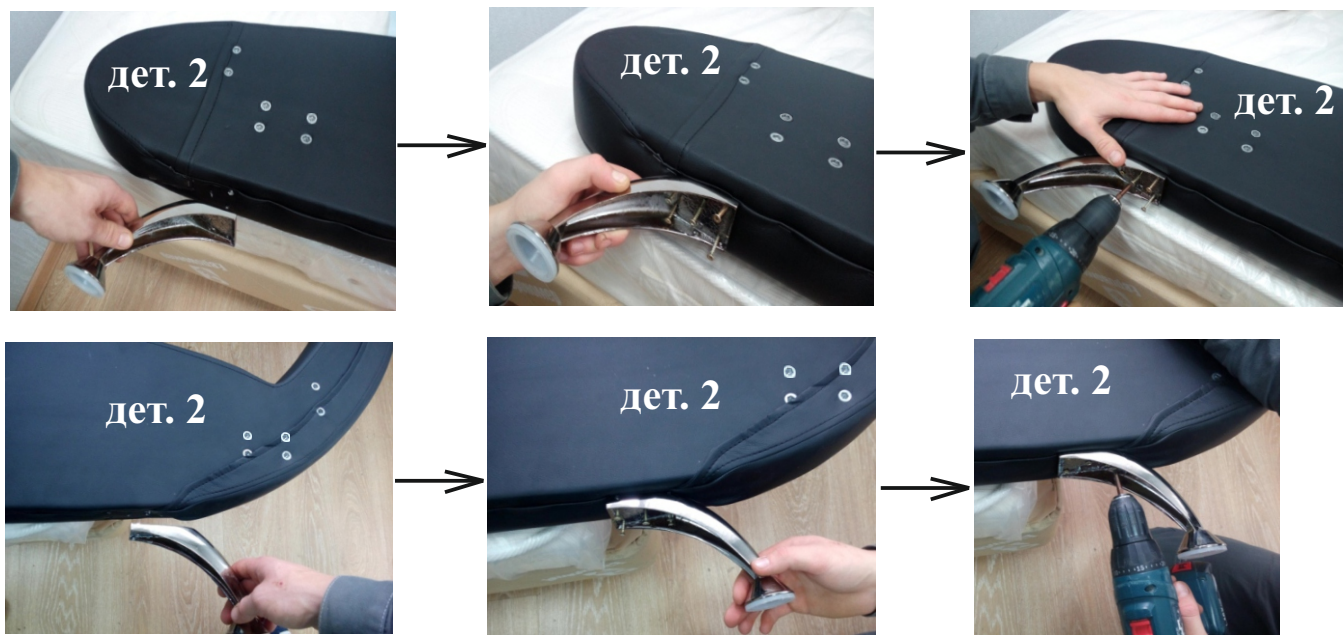

рис. 1
2. Присоедините опоры (Ф-6) к нижним торцам боковых царг (дет. 2) с помощью саморезов (Ф-2) и отвертки (или шуруповерта) (рис. 1).